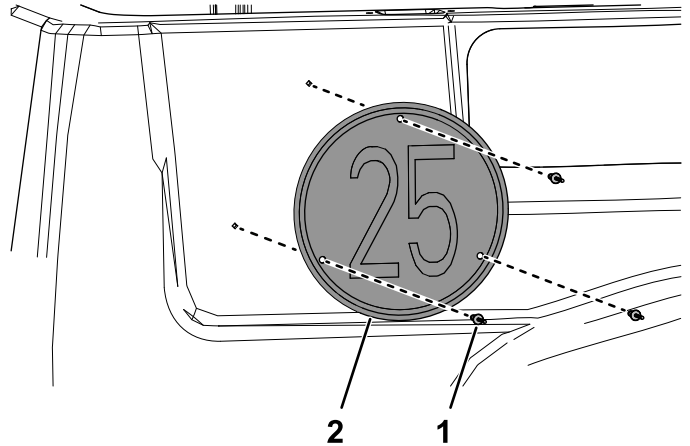

Figura 16
4. Instale la placa de velocidad en la plataforma de carga con 3 remaches ciegos (3/16" x 15/16"), como se muestra en la Figura 16.